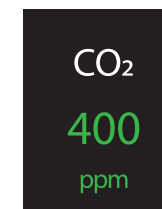

Рисунок 7
- На дисплее прибора отображается текущая концентрация углекислого газа CO₂ в воздухе помещения (рис. 7). Числовое значение и единица измерения в ppm имеют при этом опреде-